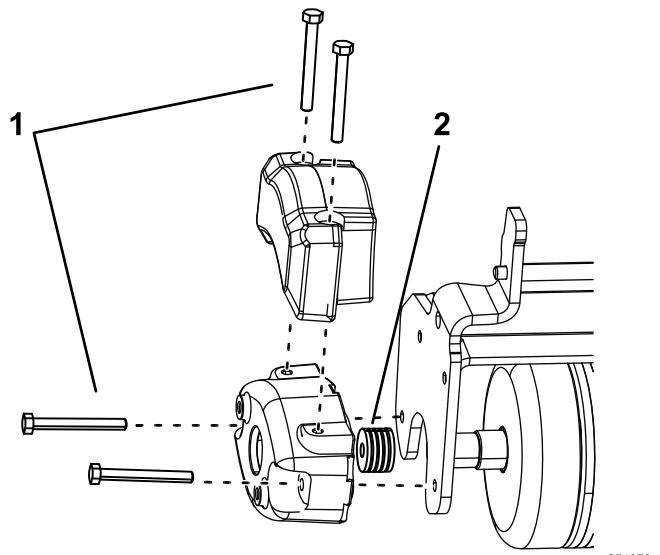

Figura 5
- Instale dois parafusos (5/16 pol. - 18 pol. x 2 $\frac{1}{2}$ pol.) como se mostra em Figura 5.
- Instale quatro espaçadores (1/8 pol.) por parafuso entre o contrapeso e a placa lateral do triplo-rolo (Figura 5).